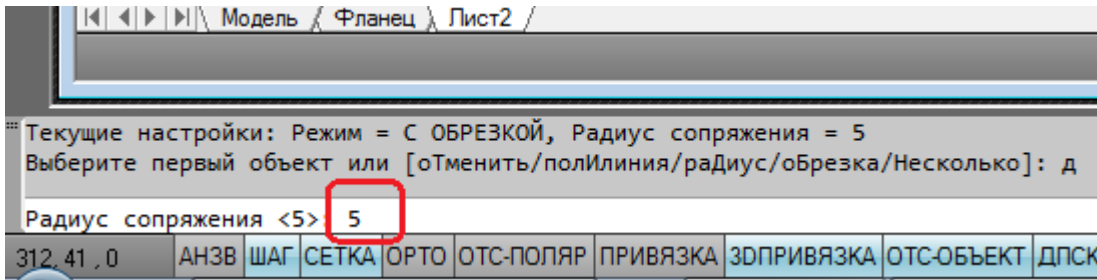

Рисунок 6.17
– ввести радиус = 5 (рисунок 6.17).